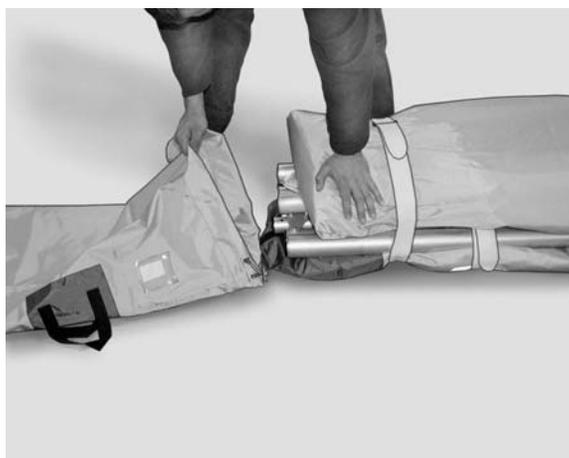

Рисунок 52
9. Наденьте 2-метровый чехол на пакет как показано на рисунке (рис. 52)